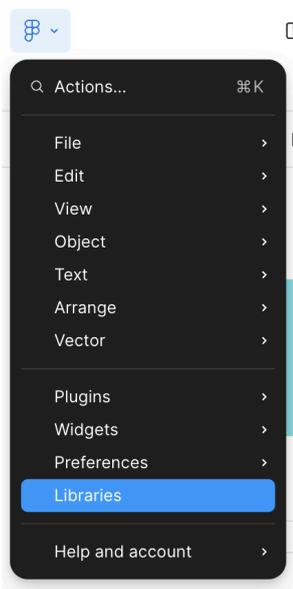

Рис. 3.74. Подключение библиотеки компонентов
3. Подключение библиотеки. В файле "Мнемосхемы" подключить библиотеку компонентов: Figma → Libraries → Add to file (рис. 3.74);